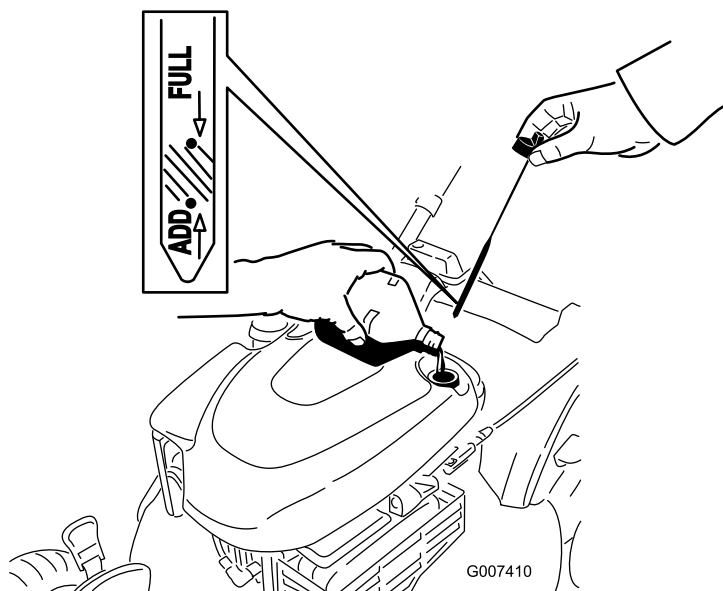

Figura 44
12. Rimuovete l'asta di livello e controllate il livello dell'olio; fate riferimento a Figura 44.